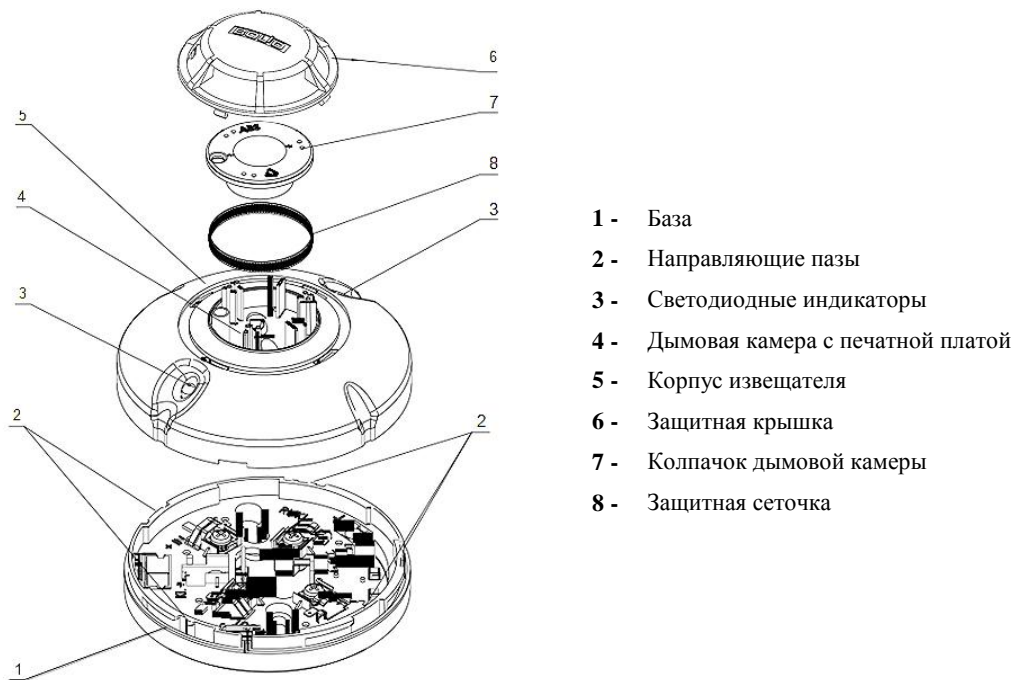

Рисунок 1
Конструкция извещателя (рис.1) состоит из базы (поз.1) с направляющими пазами (поз.2), двух светодиодных индикаторов (поз.3), печатной платы и дымовой камеры (поз.4), корпуса извещателя (поз.5), защитной крышки (поз.6), колпачка дымовой камеры (поз.7), защитной сеточки (поз.8).
2) Снимите защитную крышку (рис.1, поз.6), для этого слегка поверните ее против часовой стрелки, держась за ребра жесткости, отделите от корпуса извещателя, затем последовательно выньте колпачок дымовой камеры (рис.1, поз.7) и сеточку (рис.1, поз.8).